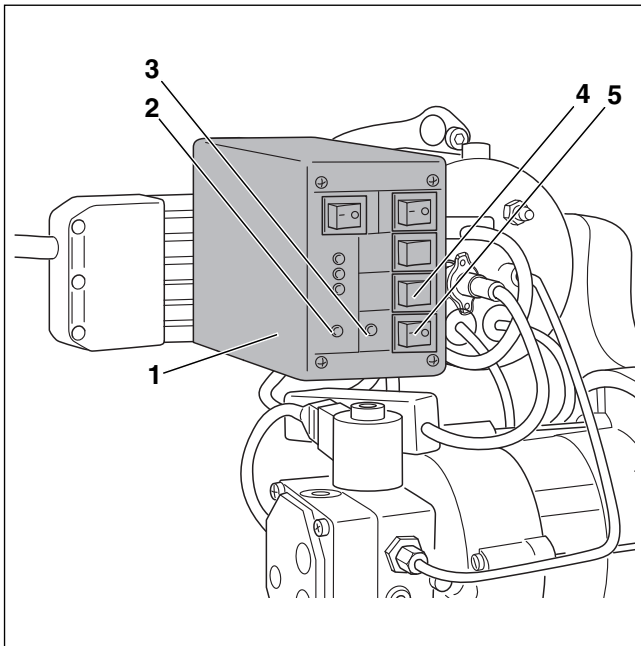

Bild 29 Mit Brennerprüfgerät Ölleitung entlüften
- Brennerprüfgerät (→ Bild 29, [1]; Zubehör) – wenn die Ölansaugung über die am Brenner angebaute Ölpumpe erfolgen soll.
Im Folgenden wird Ihnen die Entlüftung der Ölleitung mit dem Brennerprüfgerät (→ Bild 29, [1]) beschrieben.
- ▶ Brennerprüfgerät (→ Bild 29, [1]) auf den freiliegenden Sockel aufstecken.
- ▶ Betriebsschalter des Regelgerätes einschalten. Die LED (rot) leuchtet (→ Bild 29, [2]).
- ▶ Brennerprüfgerät über den Betriebsschalter (→ Bild 29, [5]) einschalten. Beide LEDs (rot und grün) leuchten (→ Bild 29, [2] und [3]).
- ▶ Schalter zur Überbrückung des Ölvorwärmers (→ Bild 29, [4]) einschalten.